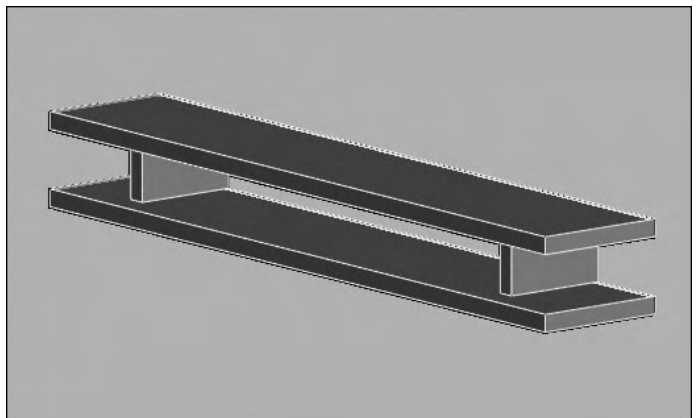
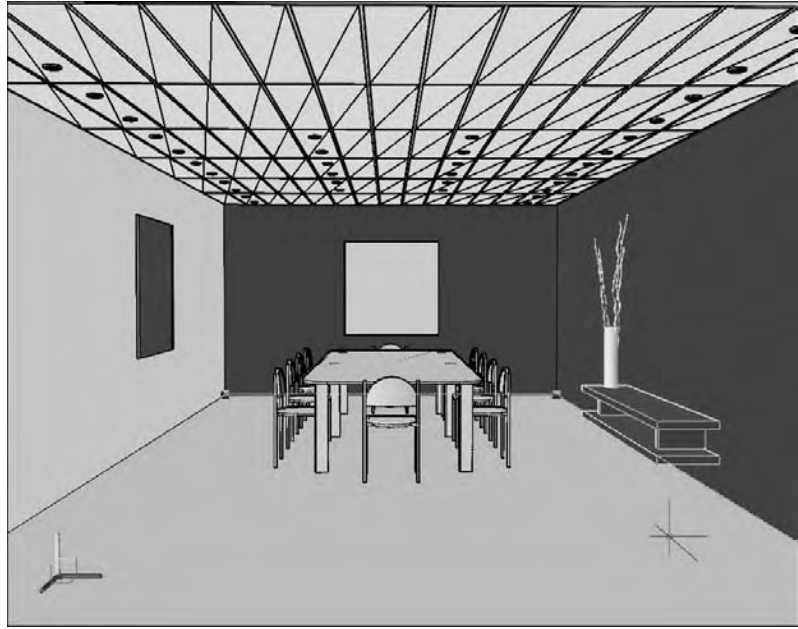

Fig.14.20
Fig.14.21
- 2] Pour terminer le mobilier, un meuble constitué de deux planches horizontales (260 x 45 x 6) séparées par deux petites planches verticales (36 x 20 x 6) est accroché au mur (fig.14.20). Le résultat final est illustré à la figure 14.21.